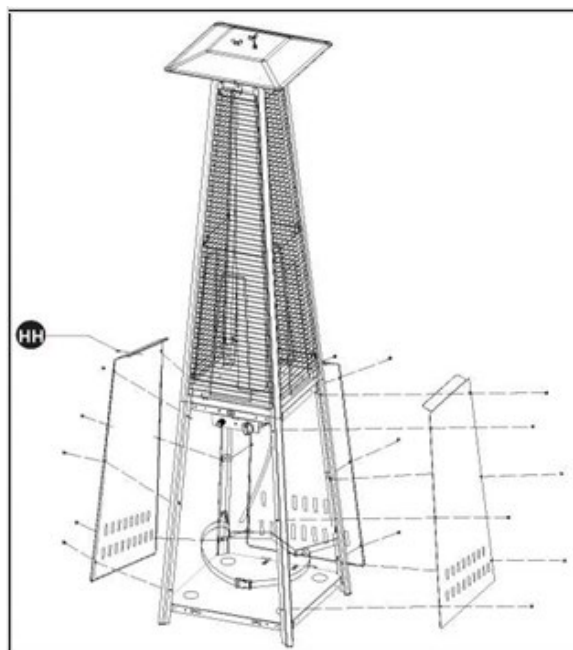

Рис. 13. Установка ручки на лицевую панель.
9. Прикрепите ручку (II) к передней панели (H) с помощью винта М4х8 (KK) и большой плоской шайбы (JJ), как показано на Рис.13. Предварительно проденьте винт через большую плоскую шайбу, затем через концевое звено фиксирующей цепи.